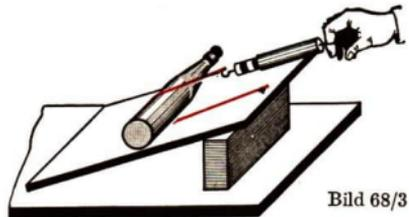

Bild 68/3
2. Lege eine mit Wasser gefüllte Flasche auf die geneigte Ebene und halte sie mit einem Faden (Bild 68/3)! Warum mißt du nur die Hälfte der berechneten Hangabtriebskraft?